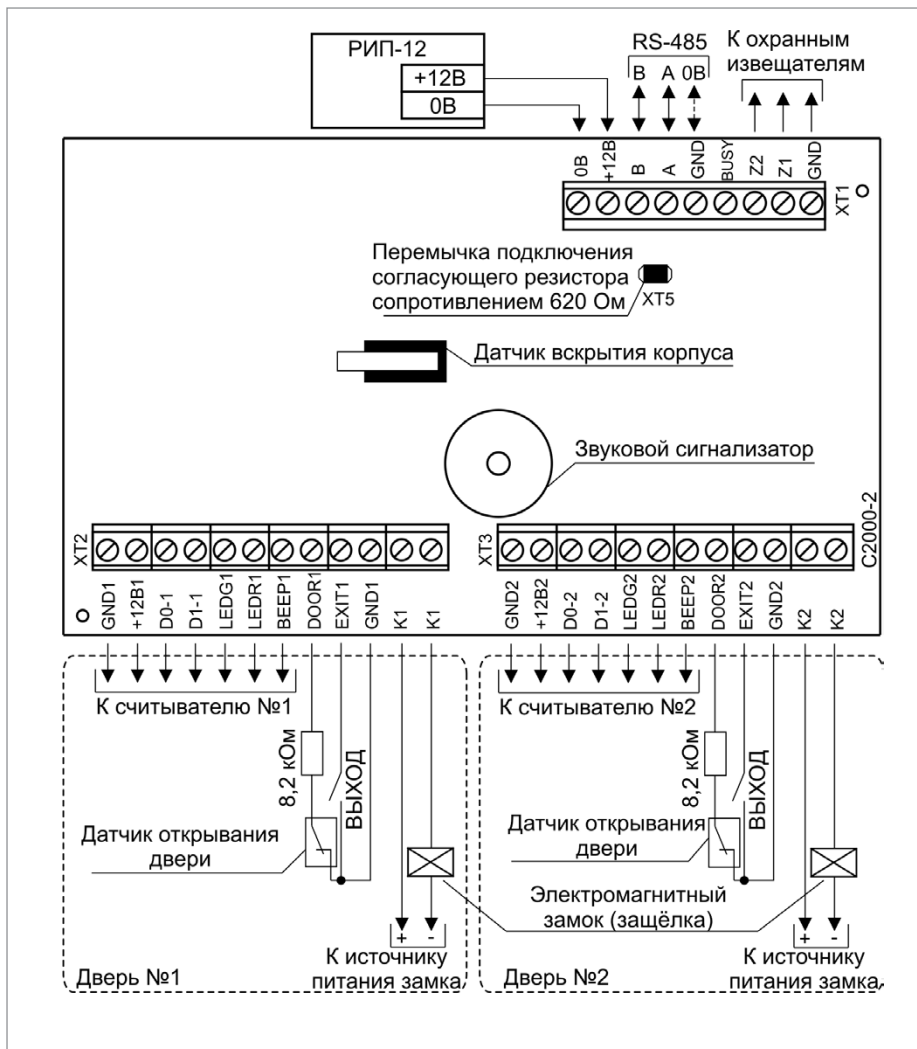
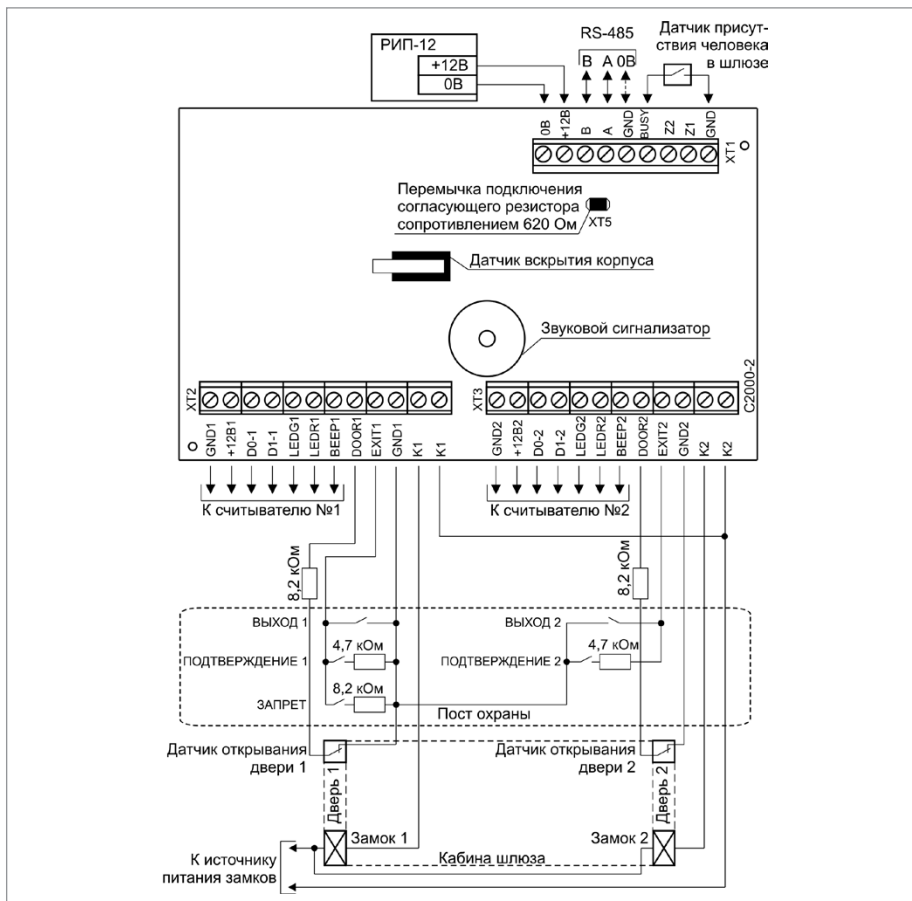

Рисунок 2. Схема подключения контроллера «С2000-2» в режиме «Две двери на вход»
Рисунок 8. Схема подключения контроллера «С2000-2» в режиме «Шлюз»
1. Схемы внешних соединений контроллера в различных режимах работы представлены на Рисунок 2-Рисунок 8.
11. Подключение в режиме «Две двери на вход» (Рисунок 2). Подключите оборудование первой двери (считыватель, замок, кнопку «Выход», датчик открывания двери) к контактам контроллера, обозначение которых заканчивается цифрой 1, а оборудование второй двери – к контактам, обозначение которых заканчивается цифрой 2.
15. Режим «Шлюз» (Рисунок 8)